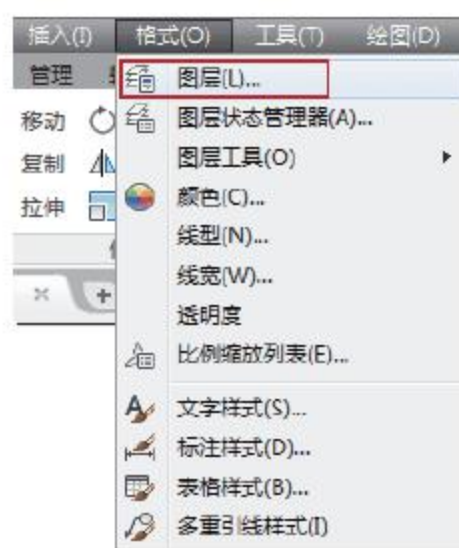

图2-103 选择命令
- 菜单栏：选择菜单【格式】|【图层】命令，如图2-103所示。